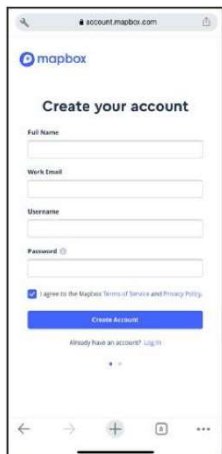

Figura 1
2.2 Si no dispone de cuenta, regístrese, pulse "SIGN UP" e Introduzca la información de la cuenta. (Ver Figura 1)